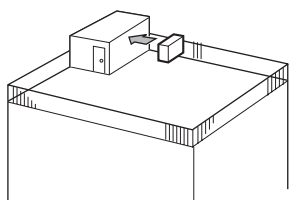

Fig. 2-2
- ① Anbring udblæsningen, så den vender imod den nærmeste væg og ca. 50 cm fra den. (Fig. 2-2)